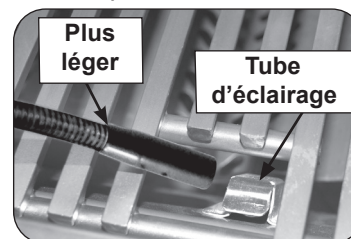

Fig. 28-2 Éclairage manuel via un tube d'éclairage
**ATTENTION:** Attendez toujours cinq (5) minutes le gaz pour se dégager après que n'importe quelle tentative non réussie d'éclairage.
2. Passez un allumeur brûlant de butane de long-baril ou une allumette brûlante de long-tige dans la grille à cuire s'ouvrant au dessus du tube d'éclairage. (Fig. 28-2). Pour les brûleurs de dos ou les brûleurs infrarouges, maintenez la flamme contre la surface du brûleur de brûleurs arrière / infrarouge. Pour les favoris, maintenez la flamme contre le brûleur.